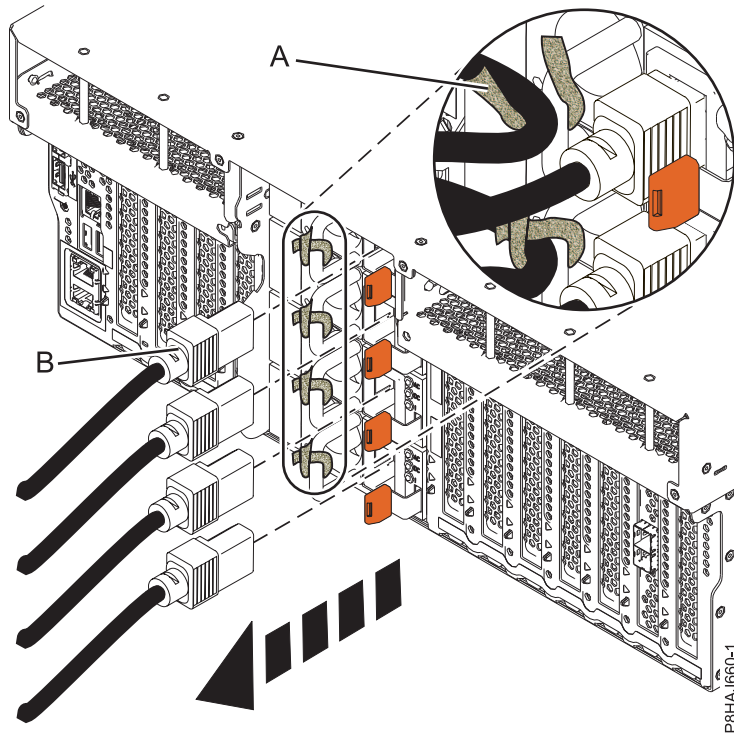
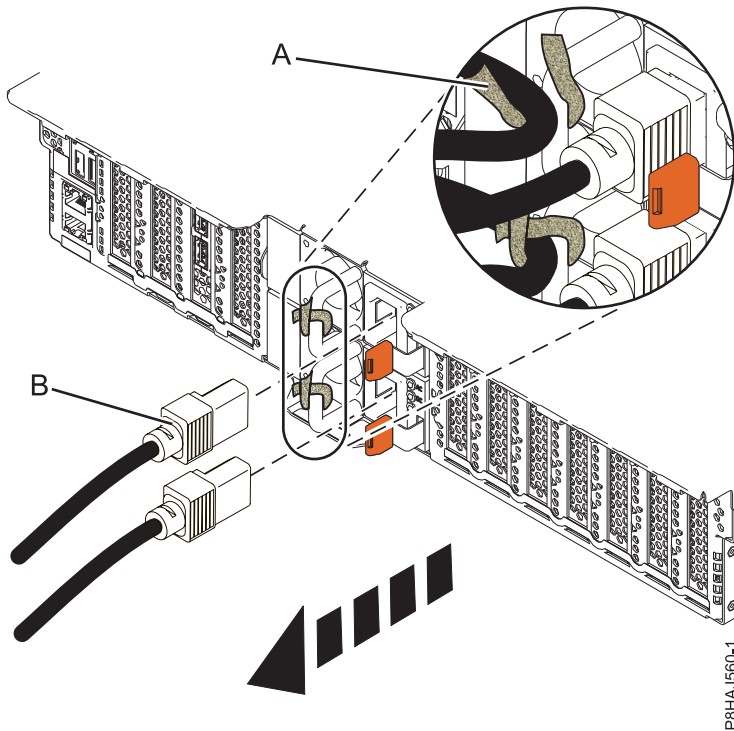
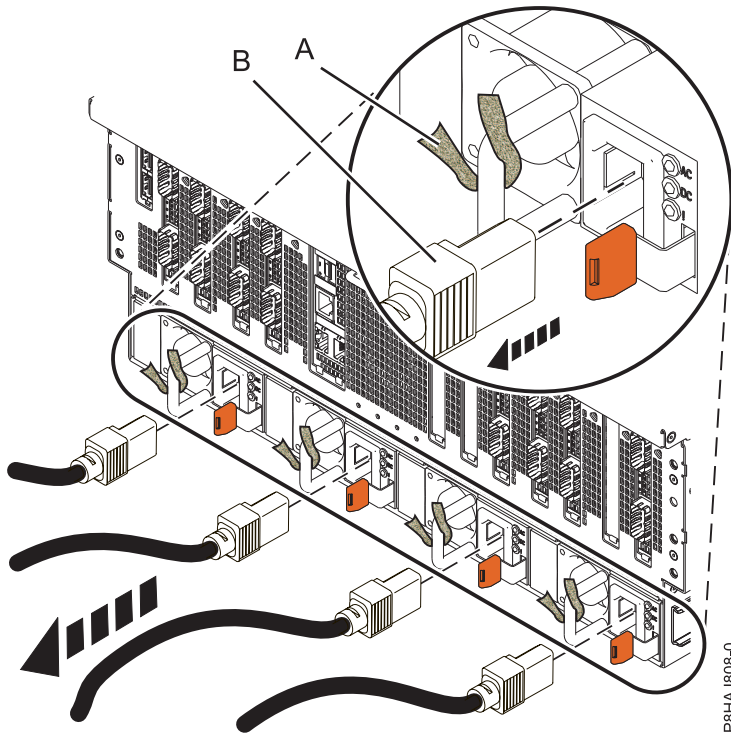

Figura 51. Extracción de los cables de alimentación de un sistema 8247-42L, 8286-41A o 8286-42A
Figura 52. Extracción de los cables de alimentación de un sistema 5148-21L, 5148-22L, 8247-21L, 8247-22L, 8284-21A o 8284-22A
Figura 53. Extracción de los cables de alimentación de un sistema 8408-44E o 8408-E8E
3. Desconecte los cables de alimentación **(B)** de la unidad del sistema. Consulte la Figura 51 en la página 65, la Figura 52 en la página 65 o la Figura 53 en la página 66, dependiendo del tipo de sistema.